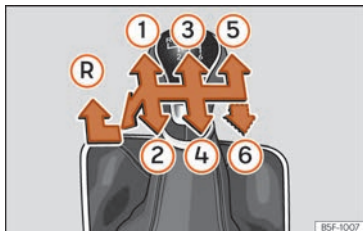

Abb. 100 Schaltschema bei einem 5-Gang bzw. 6-Gang Schaltgetriebe
Auf dem Schalthebel sind die Positionen der einzelnen Fahrgänge dargestellt »» (Abb. 100).
- Schalthebel in die Neutralstellung bringen und nach unten drücken. Schalthebel ganz nach links und dann nach vorn in die Rückwärtsgangposition schieben »» (Abb. 100) (R).